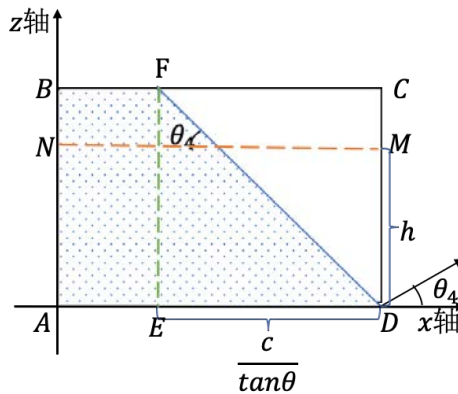

图 5: 油面形状由五边形转入梯形临界点示意图
**情况四:** 倾斜角度 $\theta$ 继续增大, 直到 $\theta_4$ , 之后油面变回梯形形状, 如图 5 所示。